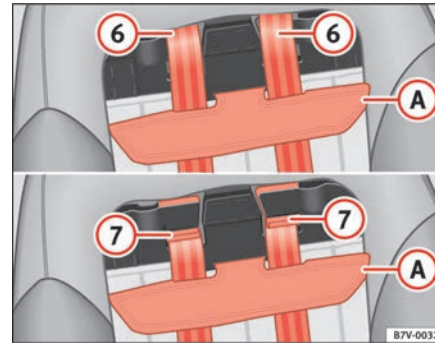

Abb. 36 Integrierter Kindersitz: Verstellung der Hosenträgergurte
- Ziehen Sie die Auflage im oberen Bereich \Rightarrow Abb. 36 **A** vom Klettverschluss nach vorne ab.
Die Auflage ⇒ Seite 56, Abb. 36 (A) muss im Bereich des Klettverschlusses so an den Sitz gedrückt werden, dass sich die Gurte in den Schlitzen frei bewegen können. ■